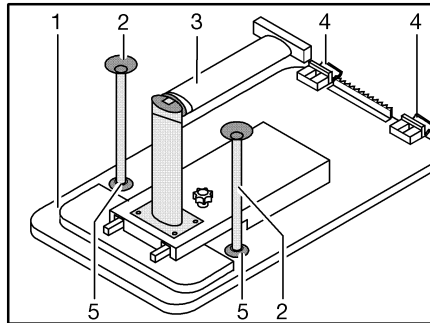

Fig. 92 Sommier de lit
- Soulever légèrement le plateau de table (Fig. 92,1) à l'avant.
- Déverrouiller le pied de table (Fig. 92,3) au niveau de l'articulation et le replier.
- Faire pivoter le plateau de table de 45° vers le haut et décrocher les fixations (Fig. 92,4) du rail de fixation supérieur.
- Suivant le modèle, enfoncer les deux pieds d'appui supplémentaires (Fig. 92,2) dans les fixations (Fig. 92,5) sur le dessous du plateau de table.